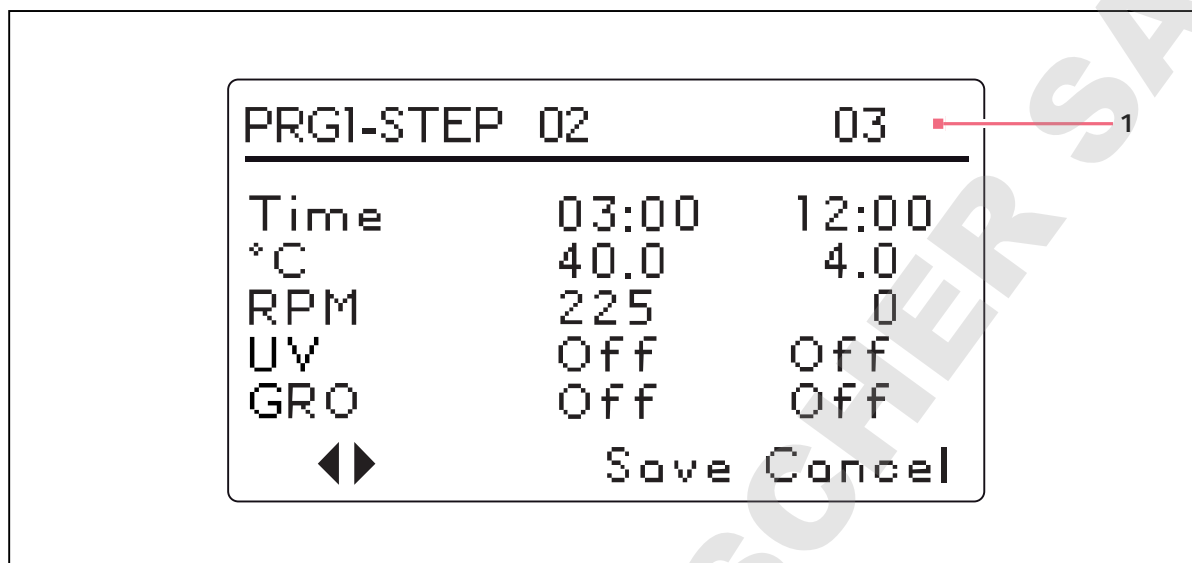

Fig. 5-14: Programme 1, étape 3
10. Continuer de la même manière la programmation pour un maximum de 15 étapes. Pour notre programme d'exemple, nous avons seulement trois étapes (voir Fig. 5-14 à la page 58).